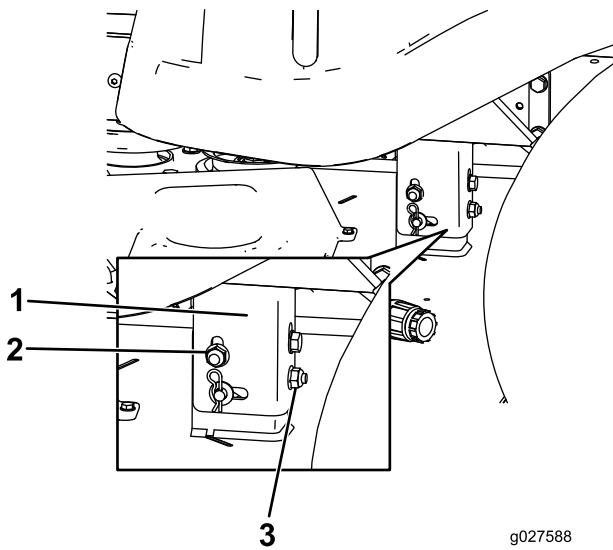

Bild 62
8. Drehen Sie die hintere Mutter, um die linke Seite des Mähwerks anzuheben oder abzusenken (Bild 62).
Hinweis: Drehen Sie die hintere Mutter nach rechts, um das Mähwerk anzuheben, oder nach links, um es abzusenken (Bild 62).